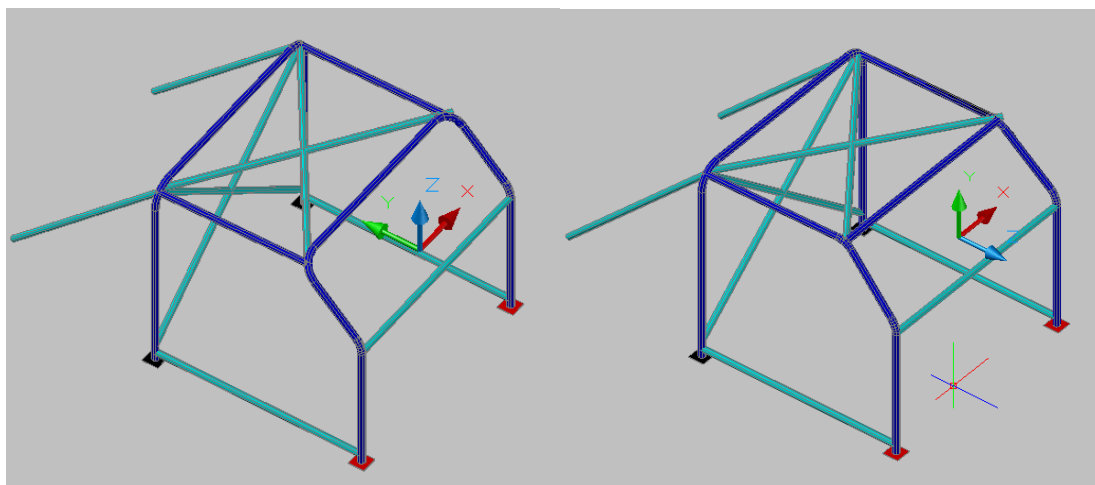
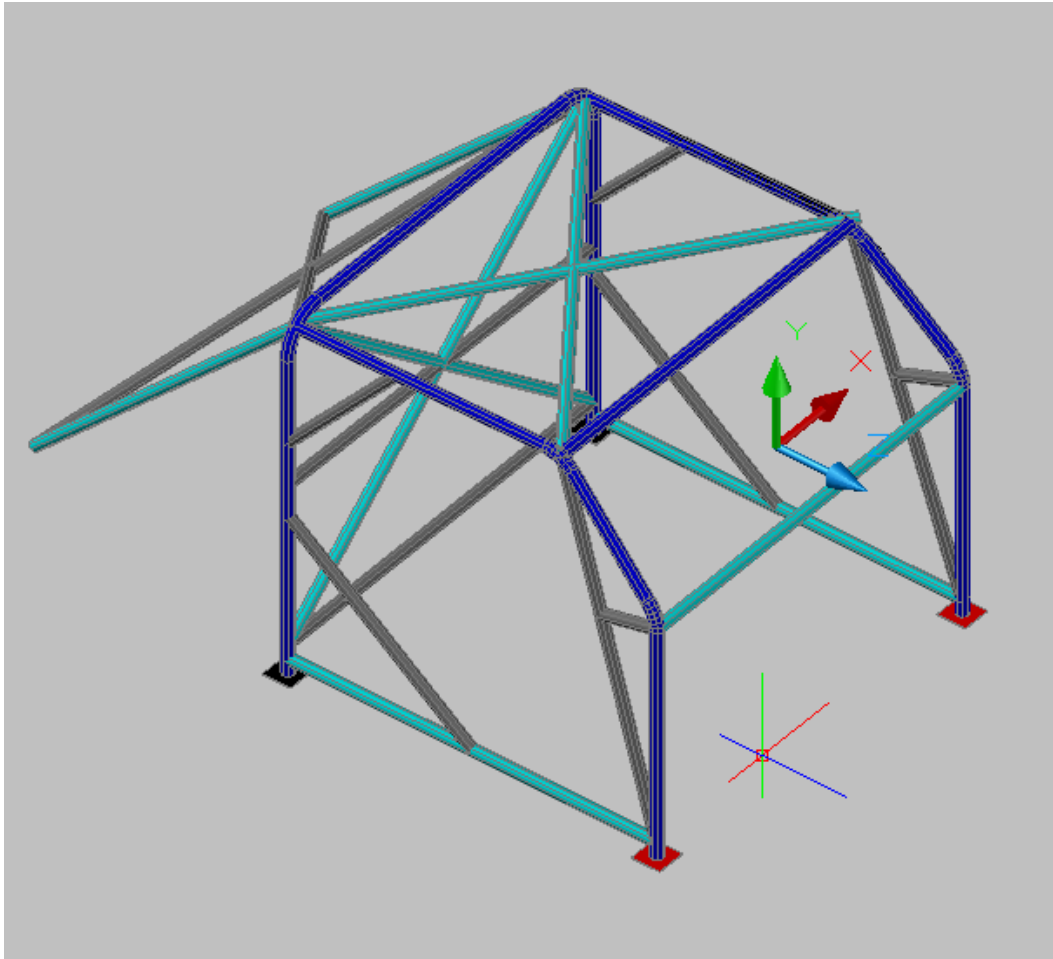

Fig. 9: Model minim roll-cage obligatoriu (2 variante)
Fig 10: model roll-cage recomandat
3.8. Modelul minim obligatoriu este prezentat in **Fig. 9**, in doua variante. Diferența majoră între cele două modele este dată de forma arcului frontal de securitate, în partea dreapta fiind folosite arce laterale de securitate (roll-bar lateral) - varianta recomandată
3.8. Modelul recomandat este prezentat in **Fig. 10**
Legenda pentru **Fig. 9** si **Fig. 10:**